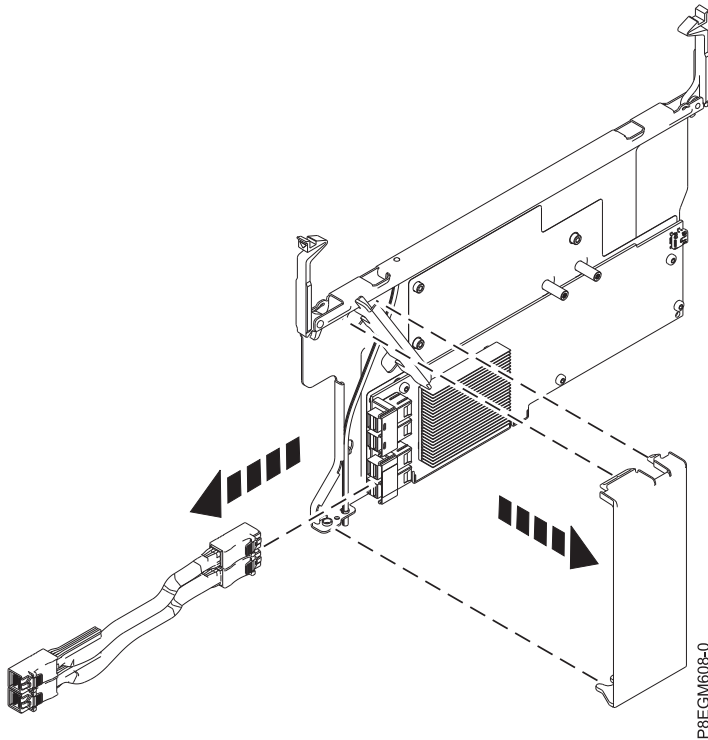

Figure 14. Retrait du capot de ventilation
7. Si vous retirez la carte SAS RAID interne de l'emplacement P1-C15, enlevez le capot de ventilation de la carte. Appuyez sur le haut du capot, puis soulevez le bas du capot pour l'extraire de la carte SAS RAID interne. Mettez le capot de côté pour le réutiliser sur la carte de rechange. Voir figure 14, à la page 18.